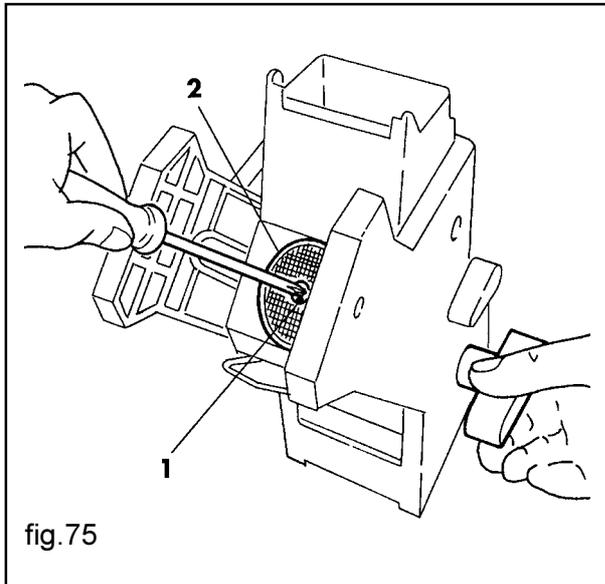

fig.75
- con la llave suministrada, girar manualmente hasta poner el filtro inferior en el borde del vaso (fig. 75)
- quitar el tornillo (1) y sustituir el filtro (2)